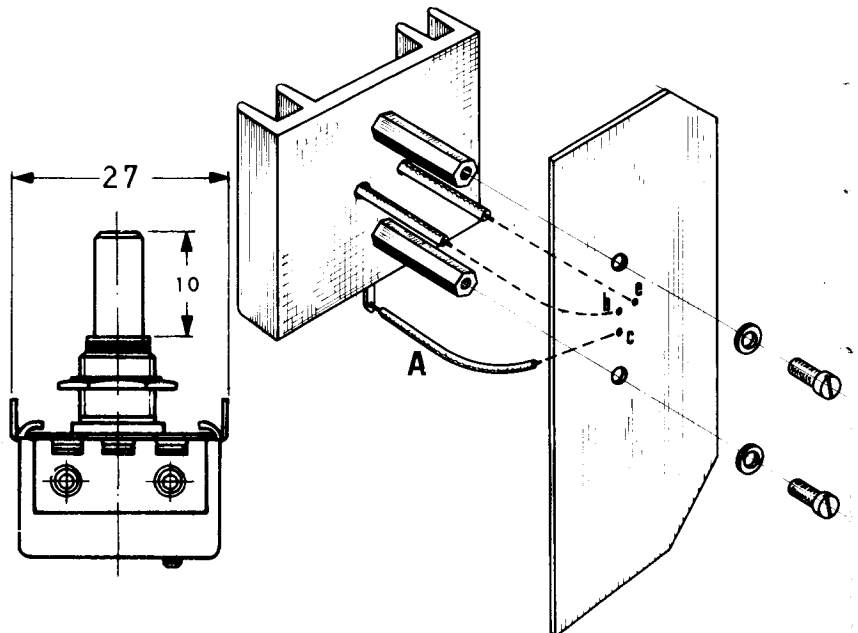

Fig. 5 - Fixage du dissipateur sur le circuit imprimé à droite - et modifications à apporter au potentiomètre R5 à gauche.
de  $\varnothing$  de 3 mm et 3 cm de longueur (voir le détail fig. 5).
- Connecter l'autre extrémité de la connexion A à la borne du collecteur TR2. Voir les détails dans la fig. 5.